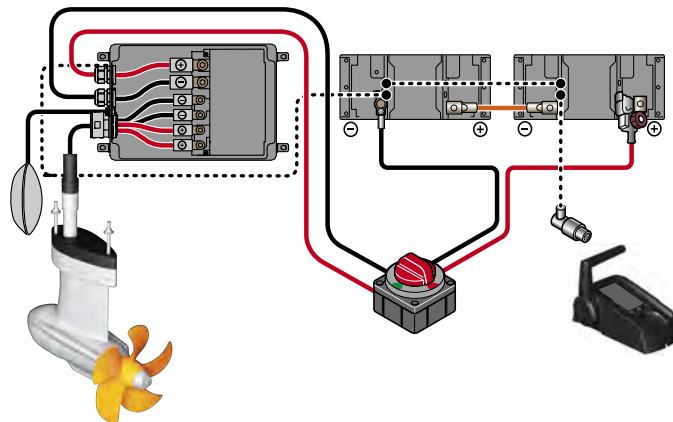

Fig. 56: Diagrama elétrico da Power 26-104
2. Ligue os restantes cabos às baterias, **consultar "Fig. 56: Diagrama elétrico da Power 26-104".**